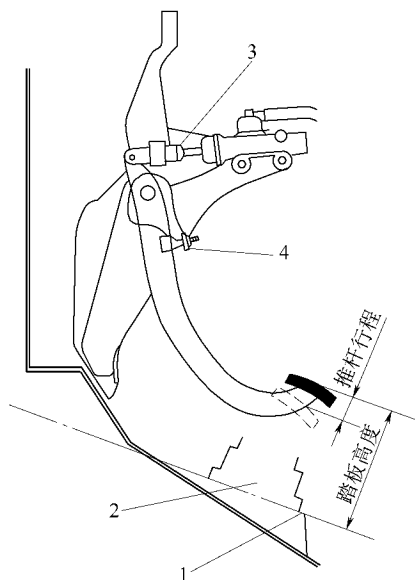

图 9-16 检查踏板高度和推杆行程
(1) 检查踏板高度和推杆行程。使用直尺进行测量，如图 9-16 所示。